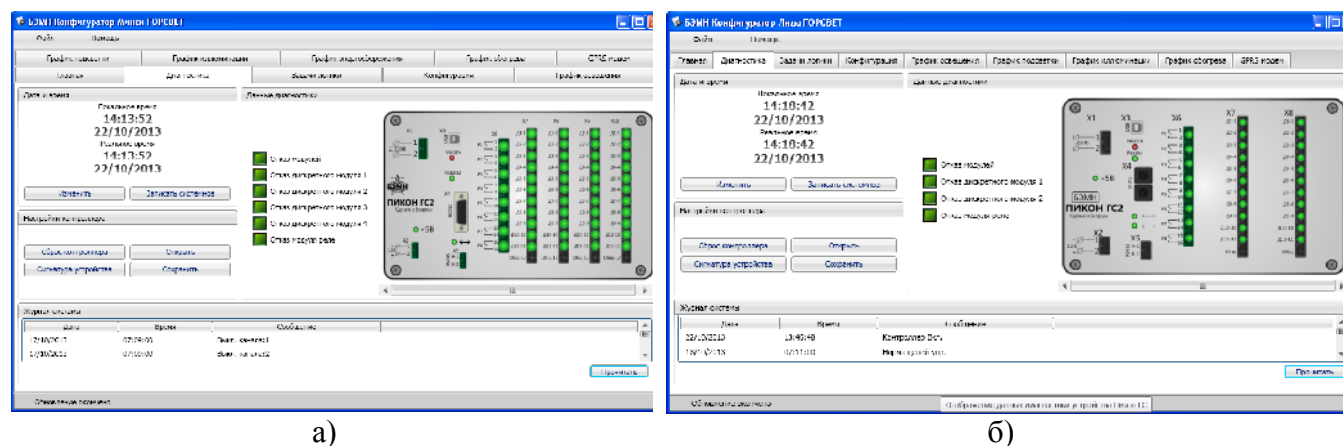

Рисунок 6
2.3.2 В открывшейся вкладке «Диагностика» имеется несколько областей (рисунок 6):